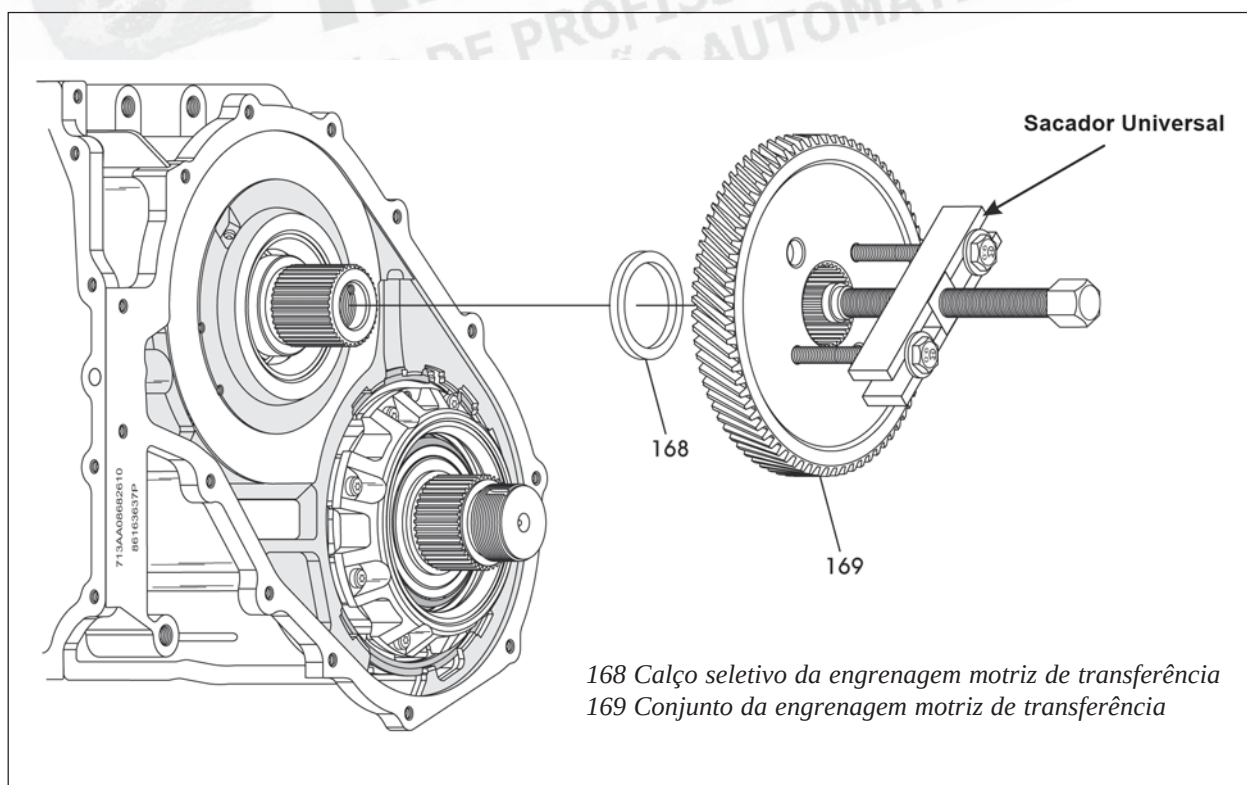

Figura 78
69. Instale um sacador universal na engrenagem motriz de transferência, conforme mostra a figura 78, e remova a engrenagem.
Este passo deve ser realizado com a transmissão na posição horizontal, conforme indicado pela figura 78, para evitar algum dano no carregador planetário traseiro.
70. Remova o calço seletivo da engrenagem motriz de transferência do carregador planetário traseiro (Veja figura 78).